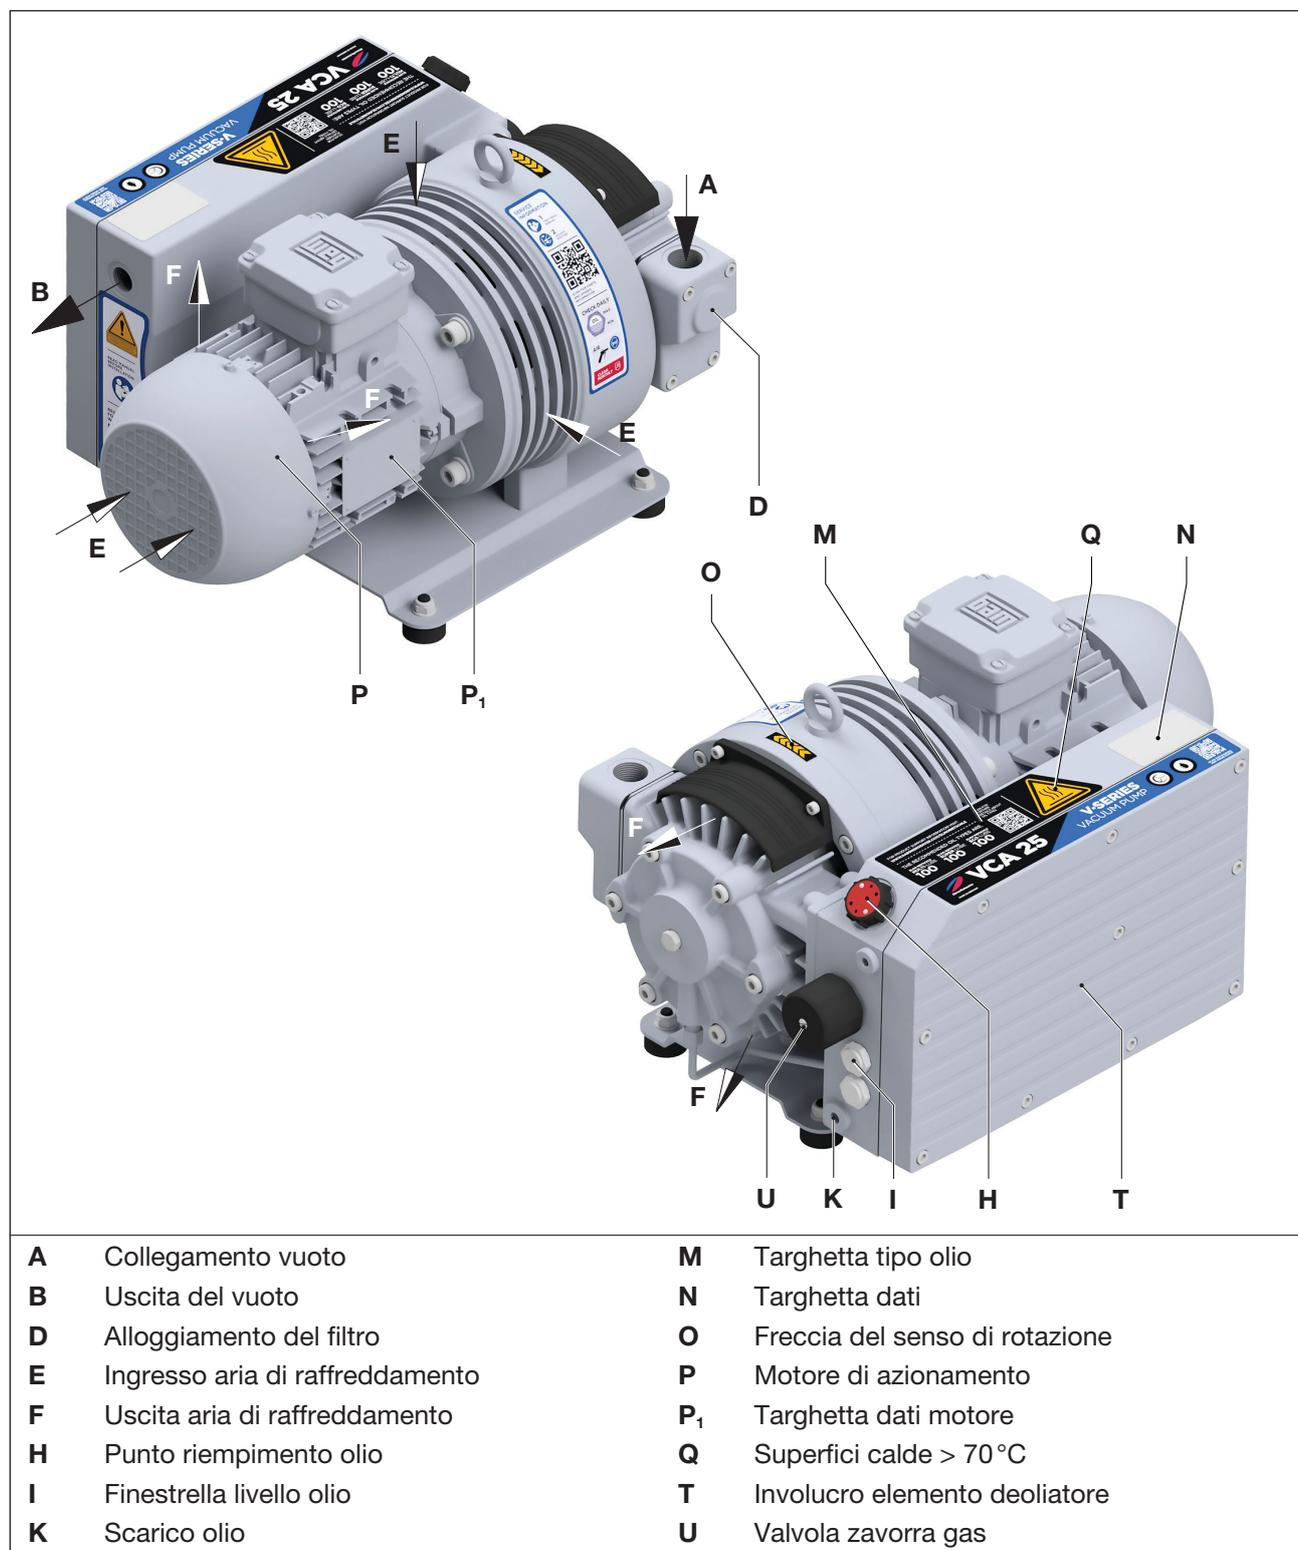

Fig. 2 Pompa per vuoto V-VCA 25 (VCE 25 costruzione identica)
- L'involucro del filtro (Fig. 2/D), il punto di riempimento dell'olio (Fig. 2/H), la finestrella livello olio (Fig. 2/I), lo scarico dell'olio (Fig. 2/K), la zavorra gas (Fig. 2/U) e l'involucro deoliatore (Fig. 2/T) devono essere facilmente accessibili
L'attacco per il vuoto (Fig. 2/A) si trova sull'alloggiamento filtro (Fig. 2/D).
- Rimuovere i tappi ciechi sull'attacco di aspirazione (Fig. 2/A) e sull'uscita dell'aria di scarico (Fig. 2/B).
- Collegare la tubatura sul collegamento vuoto (Fig. 2/A).
- L'aria aspirata può essere soffiata tramite lo scarico di uscita aria (Fig. 2/B) o trasportata fuori tramite flessibile o tubazione.
- Controllare il livello dell'olio lubrificante sulla finestrella livello olio (Fig. 2/I) ed eventualmente aggiungerlo.